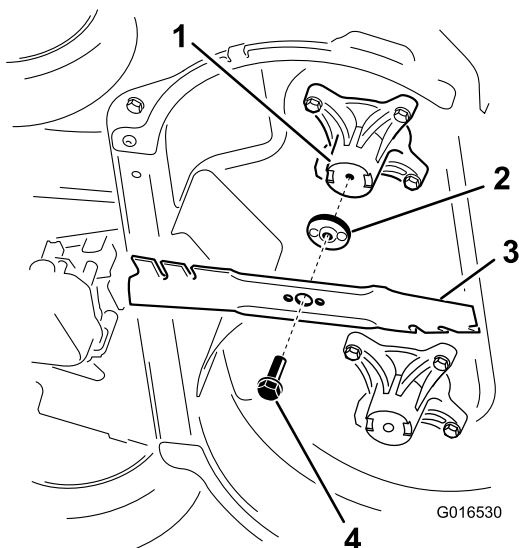

Figura 44
2. Rimuovete ogni lama come mostrato in Figura 44.
1. Montate la prima lama in posizione orizzontale, usando la bulloneria di montaggio come mostrato in (Figura 44).